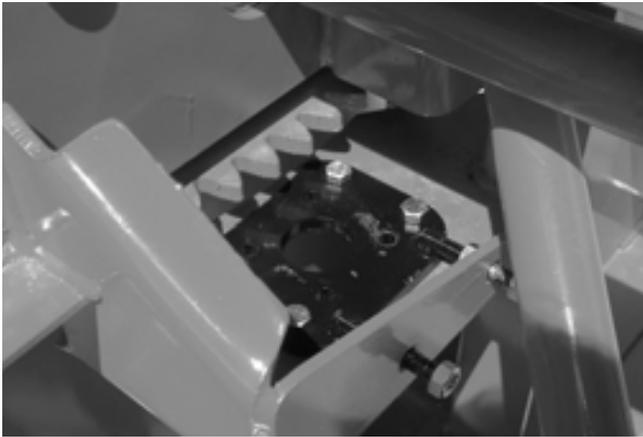

Figure 25
- 2) Installer le support ajustable du moteur en serrant légèrement les boulons (Fig. 25).